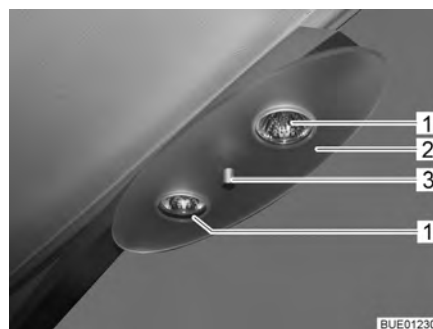

Fig. 201 Lámpara halógena de techo
- Desenroscar la tuerca de fijación (Fig. 201,3) y retirar la cubierta (Fig. 201,2).
- Extraer la bombilla halógena (Fig. 201,1).